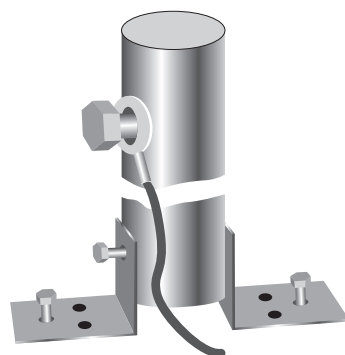

Рисунок 12.
16. Используя нижние стопорные болты, заземлите конструкцию. **Рис. 12.**